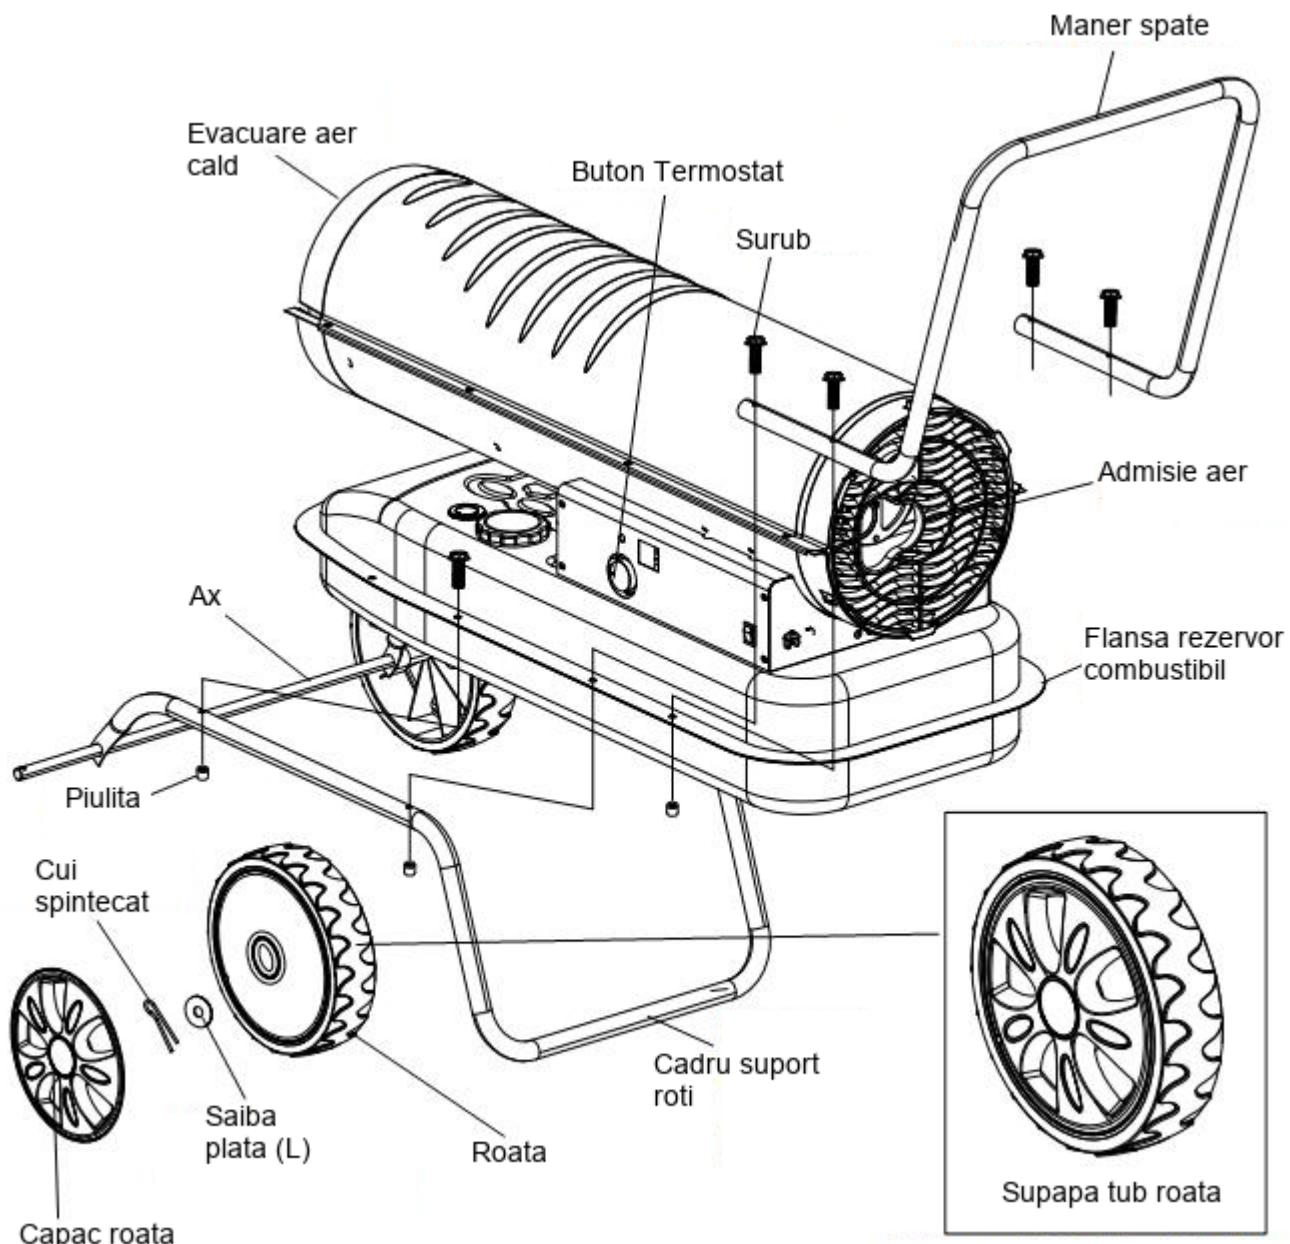

Figura 7. Asamblarea modelelor ZB-K100 / K125 / K175 / K215
2. Introduceti rotile pe ax, asigurandu-vă tija supapei (daca este pneumatic) este in exterior (a se vedea Figura 7).
3. Introduceti saibele plate (L) pe ax, pe langa orificiul mic. Introduceti cuiul spintecat in gaura axului si indoiti capetele cuiului cu ajutorul clestelui.
5. Luati manerul din fata si aliniati gaurile de fixare la cele de la rezervor / cadrul roti. Introduceti un surub (B) si fixati cu o piulita. Repetati aceasta operatie si pentru celelalte 3 gauri. Strangeti foarte bine cele 4 suruburi si piulite.